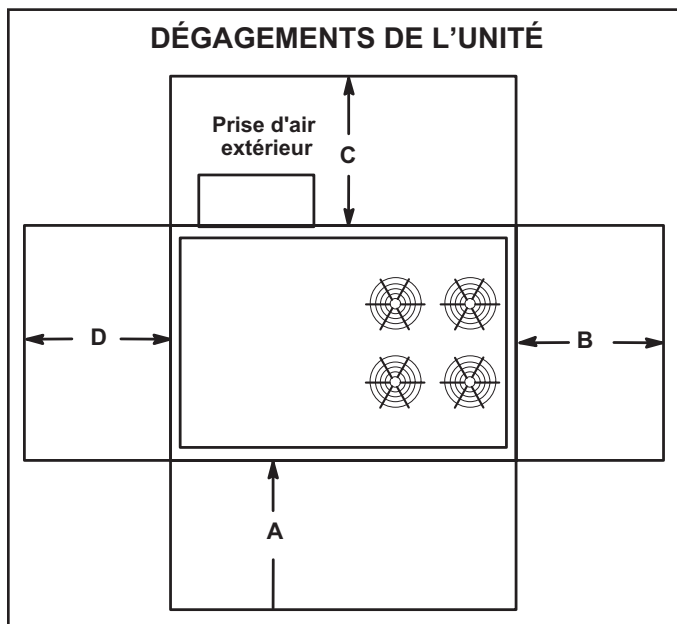

FIGURE 1
Reportez-vous aux dégagements de l'unité à la FIGURE 1.
- 2 - Les dégagements d'installation spécifiés doivent être respectés lors de l'installation de l'unité. Reportez-vous au FIGURE 1.